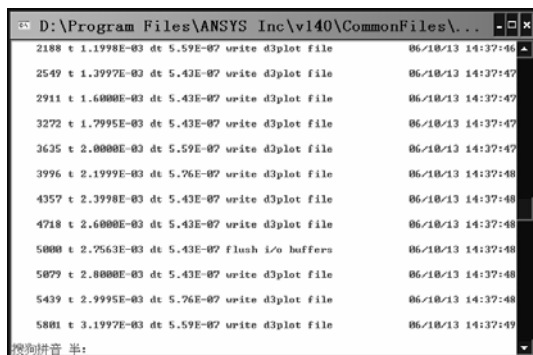

图 1-54 显示计算过程的“D:\Program Files\ANSYS Inc\v140\CommonFiles\...”窗口
(6) 在“Select Keyword Input File”窗口中找到“d:\bar_impact”目录下的“bar_impact.k”文件，用鼠标单击该文件后单击“打开”按钮。
(7) 单击“14.0 Mechanical APDL ANSYS Product Launcher [Profile: *** La...”窗口中的“Run”按钮，弹出显示计算过程的“D:\Program Files\ANSYS Inc\v140\CommonFiles\...”窗口（见图 1-54）。